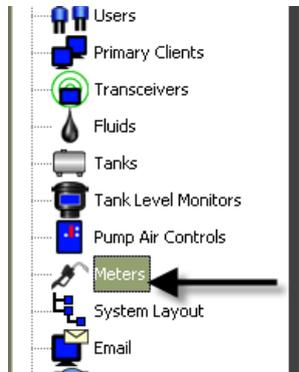

ABB. 118
1. Wählen Sie im Matrix-Systembereich **Zähler** aus, um die Zähler-Setup-Hauptansicht aufzurufen (ABB. 118).